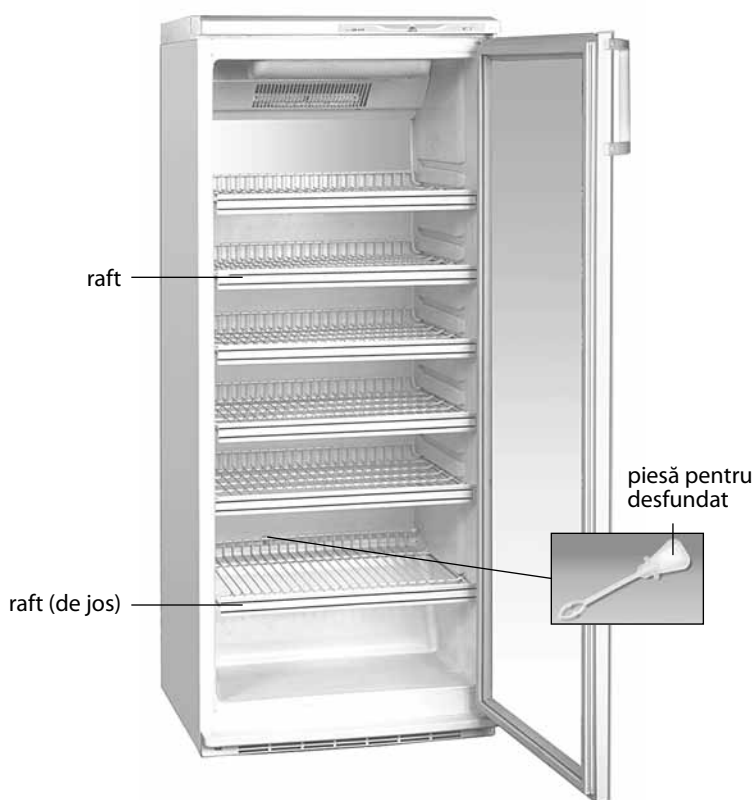

Figura 1
1.1 Frigiderul, în conformitate cu figura 1 este destinat pentru refrigerarea, păstrarea și demonstrarea produselor alimentare și a băuturilor refrigerate.